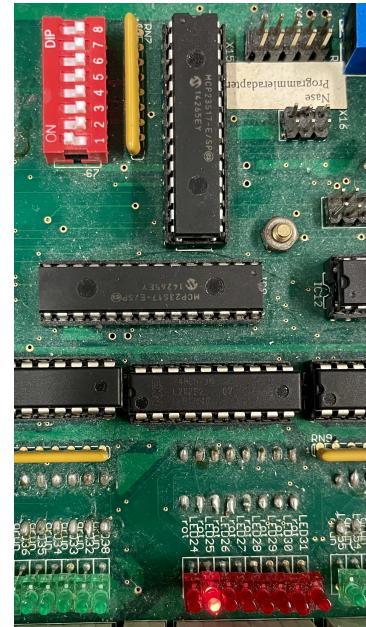

Abb. 5.1: DIP-Schalter
**Durchführung** In einer endlos laufenden Schleife soll der Wert des DIP-Schalters (in Abbildung 5.1 oben links), welcher Teil des B15-Boards ist, abgefragt und die entsprechenden Zustände ausgeführt werden. Steht der Schalter auf 0, soll das Programm *Zustand A* einmal ausgeführt. Sollte der Wert 1 sein, wird *Zustand B* einmal durchlaufen. In Zustand A wird der Wert des Blocks BE-0 ausgelesen, von 255 subtrahiert und das Ergebnis auf BA-0 geschrieben, wie in Abbildung 5.2 auf der nächsten Seite gezeigt. In Zustand B werden zwei Zählerschleifen nacheinander ausgeführt, welche den Dezimalwert der aktuellen LED halbieren bzw. verdoppeln und ihn mit einer leichten Verzögerung, die dem Knightrider Muster ähnelt, auf den Ausgang BA-0 schreibt. Der Quelltext kann nachfolgend entnommen werden.